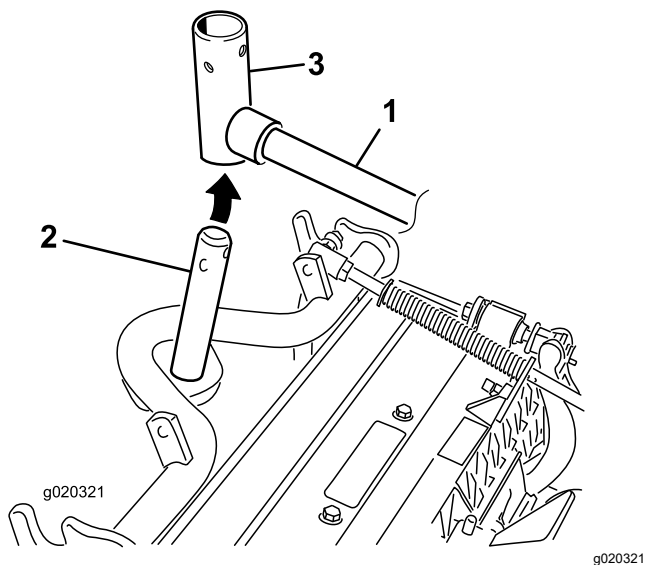

Рисунок 10
9. При установке передних режущих блоков передвиньте режущий блок под подъемным рычагом, одновременно вставляя вал несущей рамы вверх в вилку шарнира подъемного рычага (**Рисунок 10**).
- В. Вставьте вилку подъемного рычага в вал несущей рамы (**Рисунок 10**).